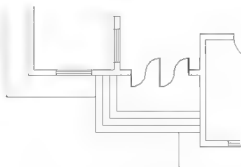

图 2.93 修剪与台阶重合的散水线
(2) 在选择要修剪的对象，或按住 Shift 键选择要延伸的对象，或[栏选(F)/窗交(C)/投影(P)/边(E)/删除(R)/放弃(U)]：提示下，选择与台阶重合的散水线，结果如图 2.93 所示。